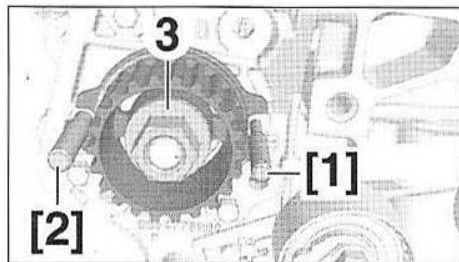

FIG.51
- Déposer l'outil [1] (Fig.51).
- Déposer l'écrou (3).